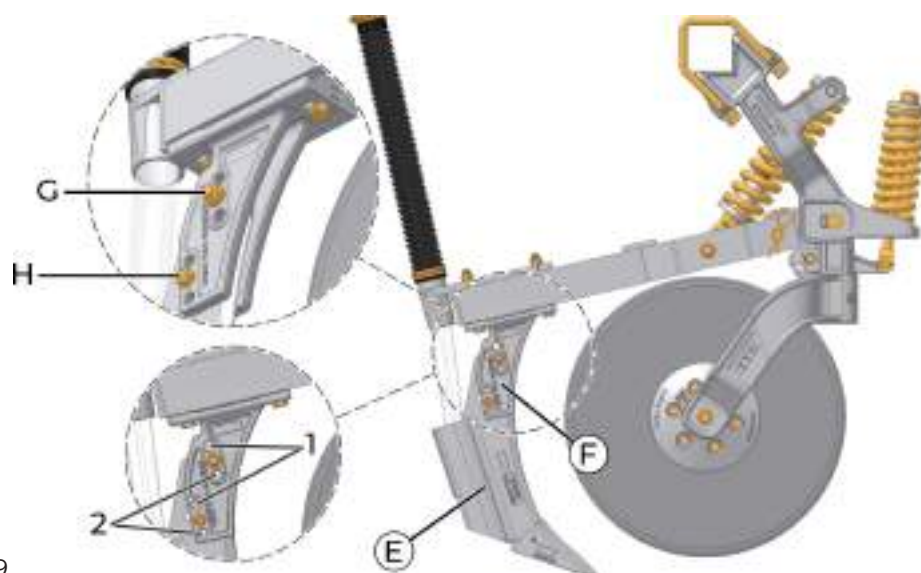

fig. 109
A altura do sulcador (E) em relação ao solo pode ser ajustada (*fig. 109*) em decorrência do tipo de solo a ser plantado. Afrouxe os parafusos superior (G) e inferior (H) e desloque o sulcador para a posição 1 (onde teremos uma menor profundidade de calagem) ou para a posição 2 (onde teremos uma maior profundidade de calagem no solo).